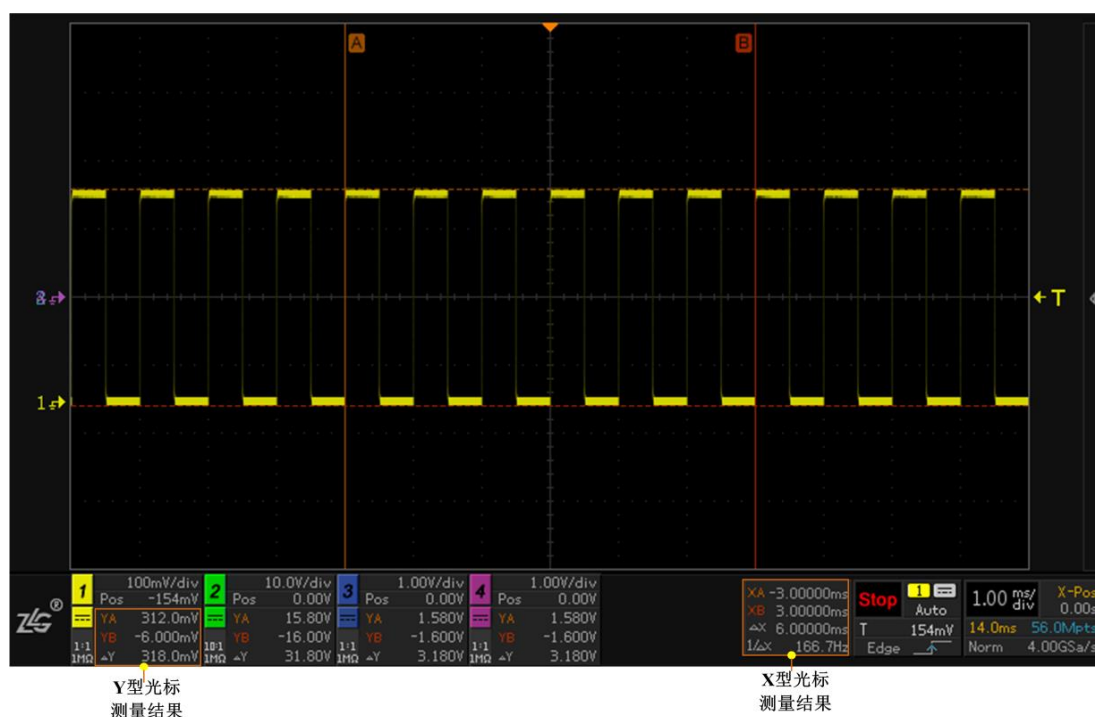

图 11.3 光标测量结果
- 在 X 型光标或 Y 型光标，被选中的光标类型呈实线且标明 A 和 B，具体如图 11.3 所示。